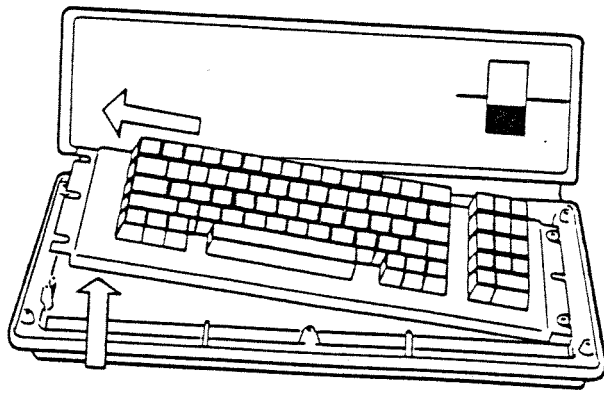

FIGURE 10
8. Nehmen Sie die Tastatur heraus, indem Sie die linke Seite anheben und die rechte Seite unter den gelockerten Schrauben herauschieben (siehe Abbildung 10).